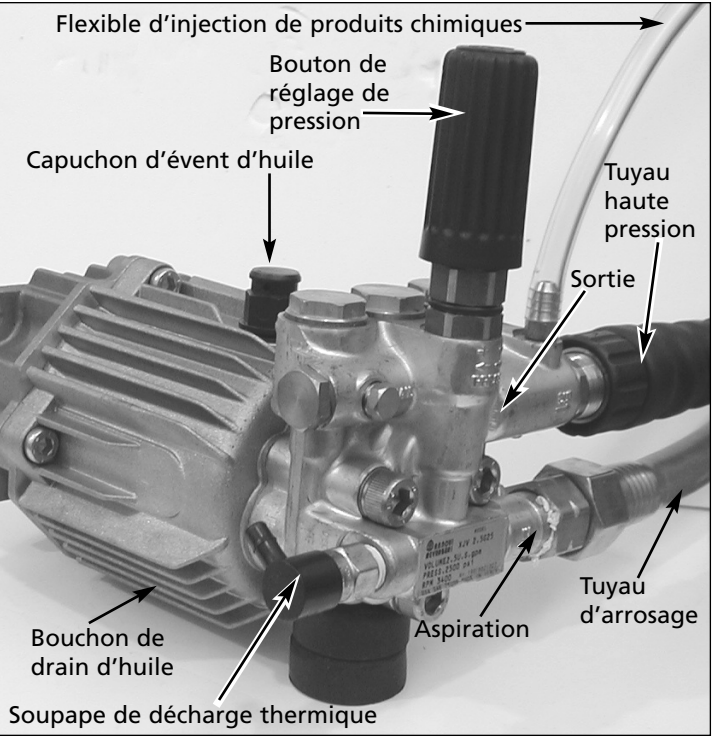

Figure 8 - Raccordement de pompe axiale
- 10. Installez la buse de raccord rapide, s'il y a lieu (Voir la Figure 8).